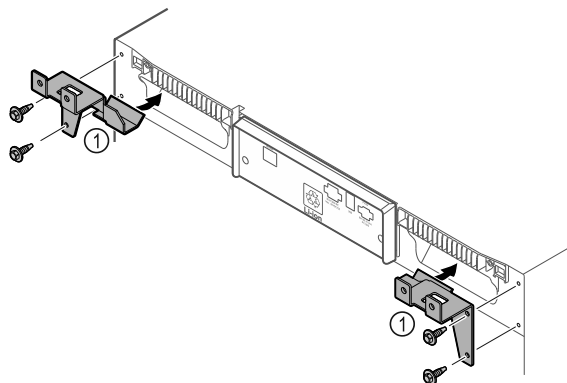

Fig. 9
- Vasthouddelen Fig. 9 (1) met meegeleverde schroeven op het apparaat monteren.